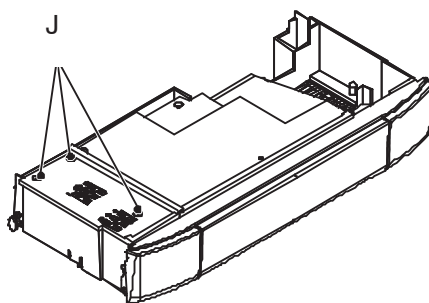

Fig. 5-13
- 12 Loosen the screws J and remove the service panel (Fig. 5-13).
- 4 Ослабьте винты J и снимите сервисную панель (рис.5.13).